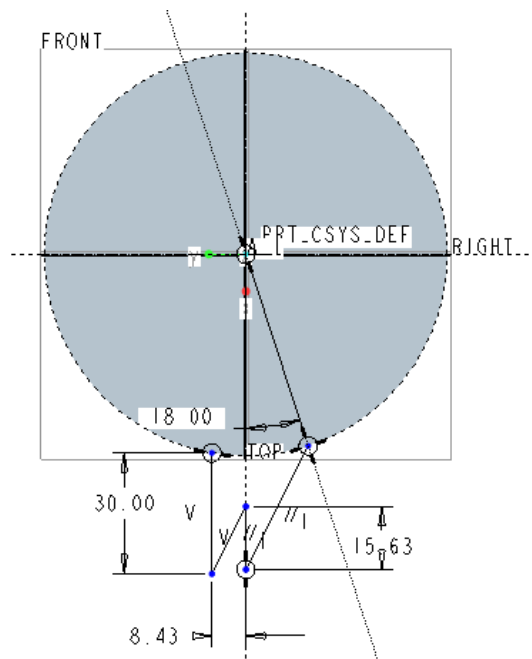

図 13-95 刃部のスケッチ寸法
- ・次に刃部の輪郭形状をスケッチする。このとき、輪郭の斜線同士を平行、直線同士も平行となるようにする。（図 13-95）